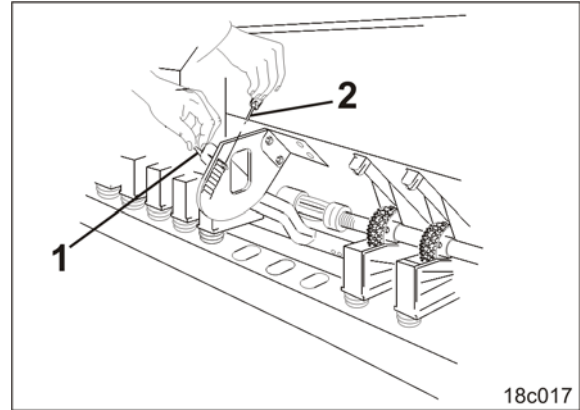

Fig. 125
1. Den Bodenklappenhebel (Fig. 125/1) in einer der 8 Positionen einrasten.
2. Den Bodenklappenhebel mit einem Klapstecker (Fig. 125/2) sichern.